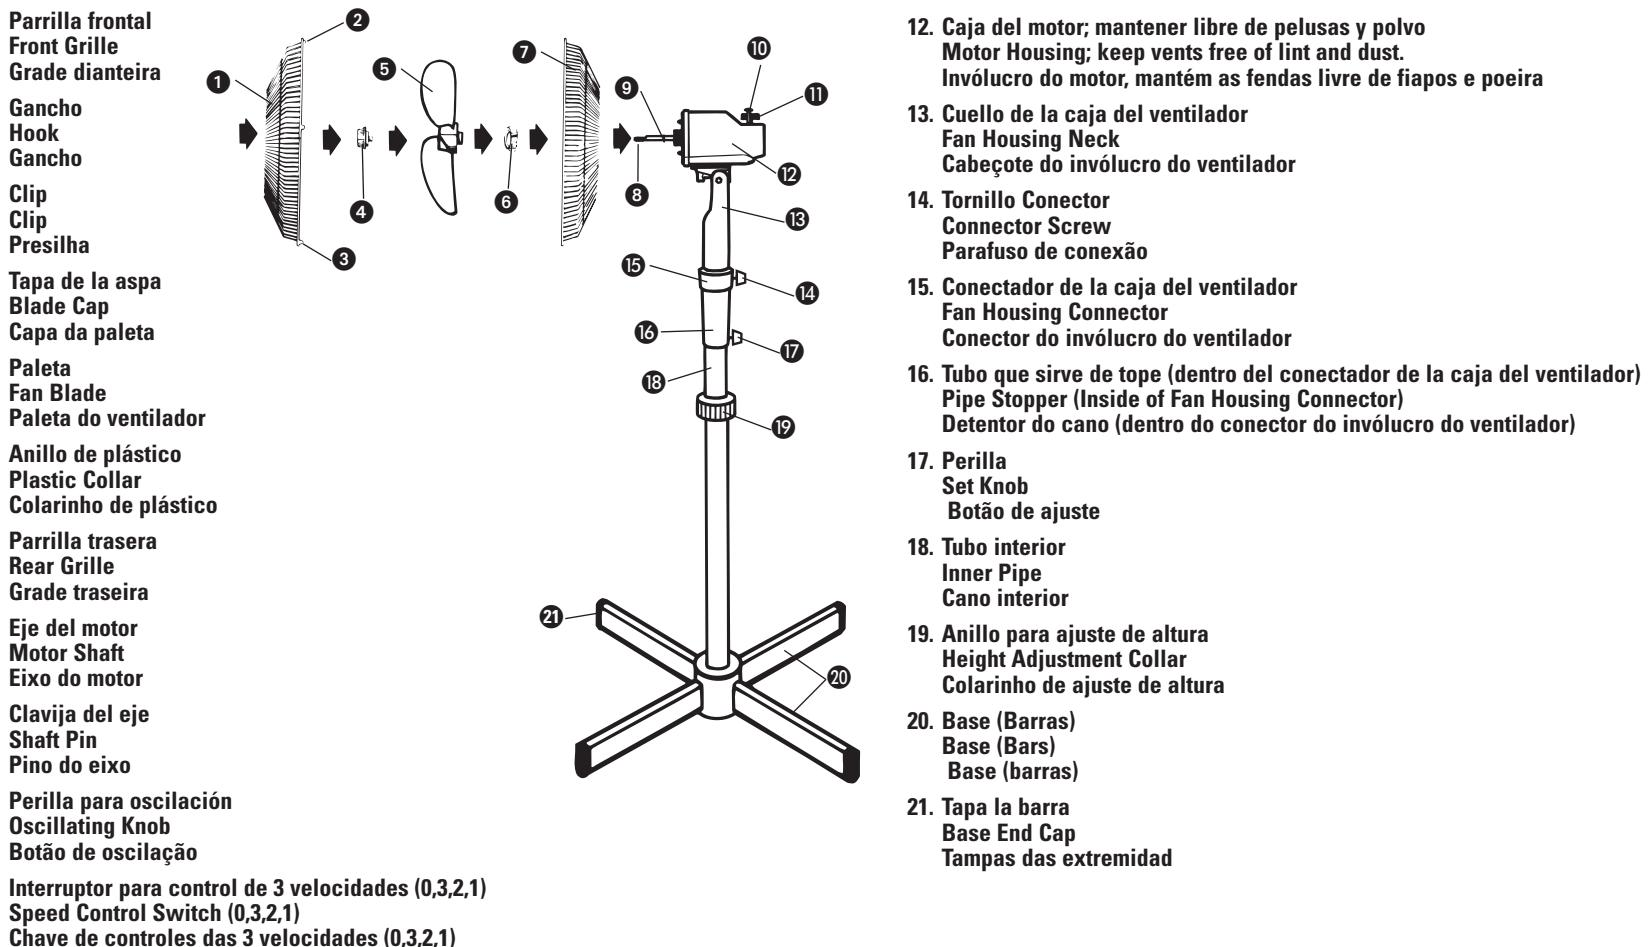

FIG. 2
- PRECAUCION: Nunca retire la perilla para fijar, la cual sostiene en su lugar el tubo que sirve de tope (ver Fig. 2).**
7. Coloque la aspa en el eje de la caja del motor, concordando la ranura de la parte de atrás de la aspa con la clavija del eje (Fig. 2). Asegure la aspa con la tapa, dándole vuelta hacia la izquierda para ajustarla.
9. Fije la parrilla delantera a la trasera posicionando el gancho en la parrilla delantera en la parte de arriba de la parrilla trasera. Asegure las dos parrillas con los clips de la parrilla delantera (Fig. 2).
**PARA LIMPIAR:** Antes de limpiarlo, apague el ventilador y desenchufelo. Sacuda el exceso de polvo con un paño libre de pelusas. Para asegurar una adecuada circulación de aire al motor, mantenga los orificios ubicados en la parte de atrás del motor libre de acumulación de polvo. Una aspiradora puede ser usada para limpiar estos orificios. No sumerja el ventilador en agua o cualquier otro líquido. Desensamble las parrillas y la paleta (Fig. 2). Las parrillas y la paleta pueden ser limpiadas con agua y jabón. Use un paño suave ligeramente humedecido para limpiar el resto de las partes del ventilador. No deje que agua o ningún otro líquido entre en el motor o la base. Ensamble nuevamente el ventilador después de que las parrillas y la paleta estén completamente secas. No lo enchufe hasta que se encuentre completamente ensamblado.
**CAUTION: Never remove the set knob, which holds the pipe stopper in place (See Fig. 2).**
7. Insert the blade onto the motor shaft, matching the slot on the back of the blade with the shaft pin (Fig. 2). Secure blade with blade cap, turning counterclockwise to tighten.
9. Mount the front grille to the rear grille by positioning the hook on the front grille over the top of the rear grille. Secure the two grilles with the clips attached to the front grille (Fig. 2).
**TO CLEAN:** Before cleaning, turn fan off and unplug from electrical outlet. Wipe off excess dust with a lint-free cloth. To ensure adequate air circulation to the motor, keep vents located at the rear of the motor housing free from dust accumulation. A vacuum cleaner hose can be used to clean these vents. Do not submerge your fan in water or any other liquid. Disassemble grilles and blade (Fig. 2). Grilles and blade may be cleaned with mild soap and water. Use a soft, slightly damp cloth to wipe the remaining fan parts. Do not allow water or any other liquid to get into the motor housing or base. Reassemble fan after grilles and blade have been dried completely. Do not plug fan into electrical outlet until it has been fully reassembled.